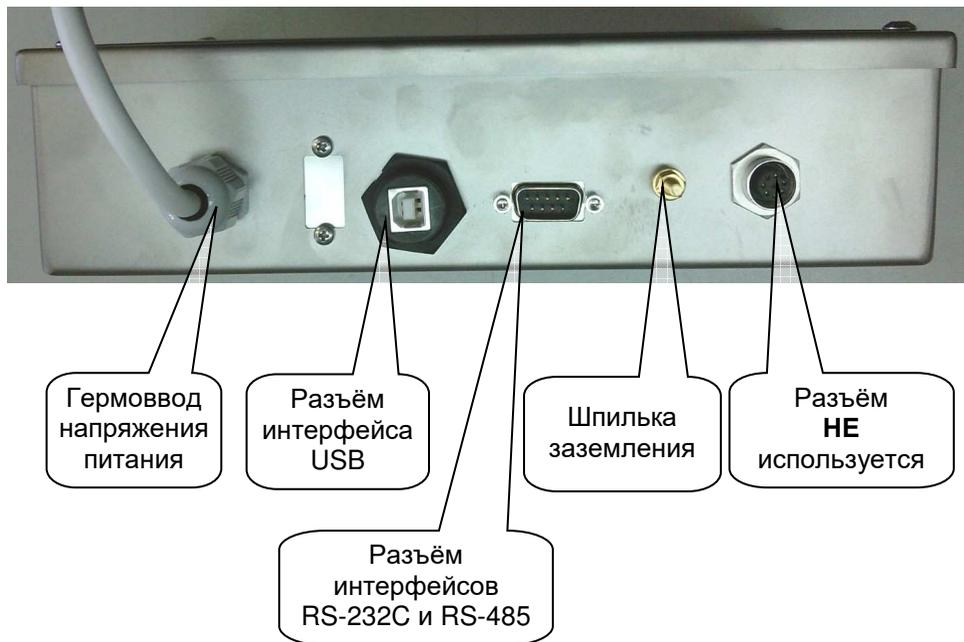

Рис. 4.3. Вид Индикатора со стороны панели разъёмов и гермовводов.
На Рис. 4.3 изображён вид Индикатора со стороны панели разъёмов и гермовводов.
Расположение разъёма последовательных интерфейсов Индикатора приведено на Рис. 4.3, стр. 6 Руководства.
5.2. Подключите Индикатор к цепи заземления через соответствующую шпильку (см. Рис. 4.3, стр. 6).